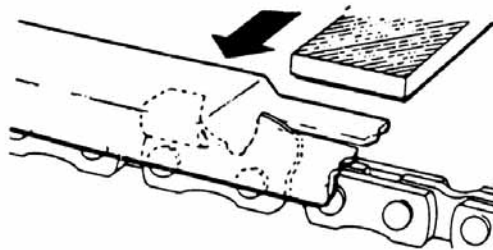

Fig. 4-3
- 3) Das Tiefenlehrenwerkzeug auf die Schneidzähne legen. Sollten die Tiefenlehren aus dem Werkzeug herausragen, den überstehenden Teil wegfeilen. Dabei von Kettenmitte in Richtung des nach außen versetzten Schneidzahnes feilen. (Fig. 4-3)